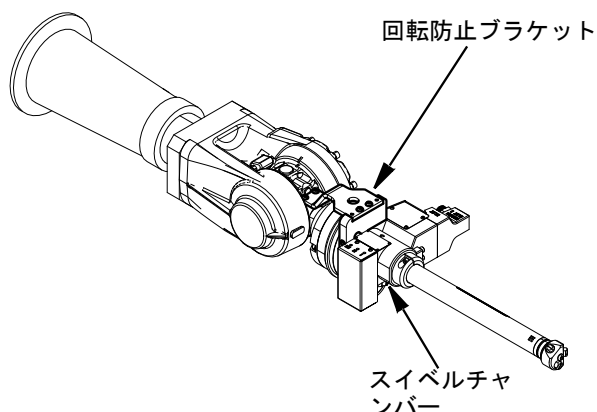

図 3
Switch 3D ガンをロボットに取り付けたら、回転防止ブラケットをスイベルハウジング (619) およびロボットの固定ポイントに、六角ヘッドネジを使って取り付ける必要があります。回転防止ブラケットの正確な金具は使用されているロボットおよびキットによります。設置例については図 3 を、またスイベルチャンパー部品の参考についてはページ 28 をご覧ください。